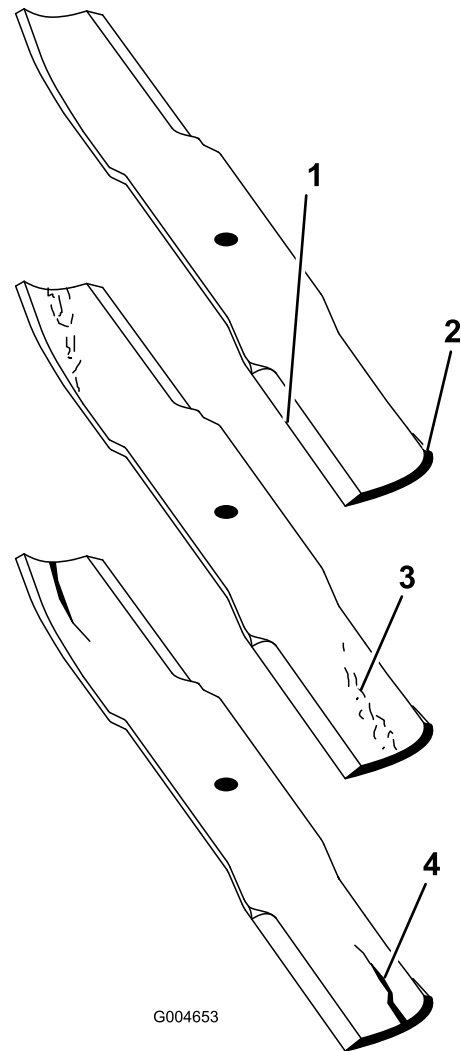

Figura 111
2. Verificate accuratamente i taglienti, con particolare attenzione ai punti d'incontro delle sezioni piatta e curva della lama (Figura 111).
Nota: Sabbia e materiali abrasivi possono consumare il metallo che connette le sezioni piatta e curva della lama, per cui si consiglia di controllare la lama prima di usare il tosaerba. Se riscontrate segni di usura (Figura 111), sostituite la lama.